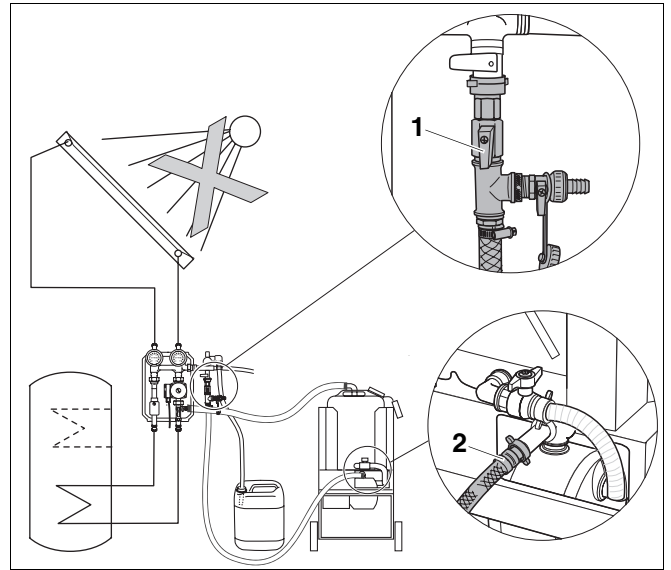

Abb. 7 Druckschlauch montieren
- ▶ Schließen Sie den Druckschlauch (½") mit dem T-Stück (Abb. 7, **Pos. 1**) an den FE-Hahn der Sicherheitsgruppe und an die Pumpe an (Abb. 7, **Pos. 2**).